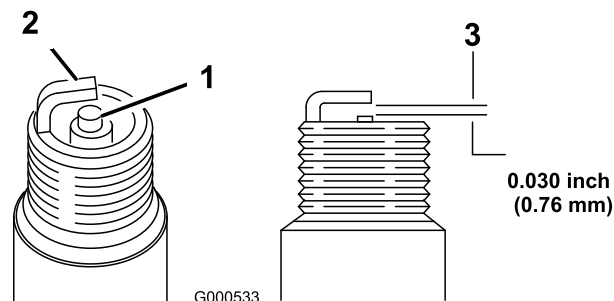

Рисунок 24
5. Установите в свече зазор, равный 0,76 мм (Рисунок 24).